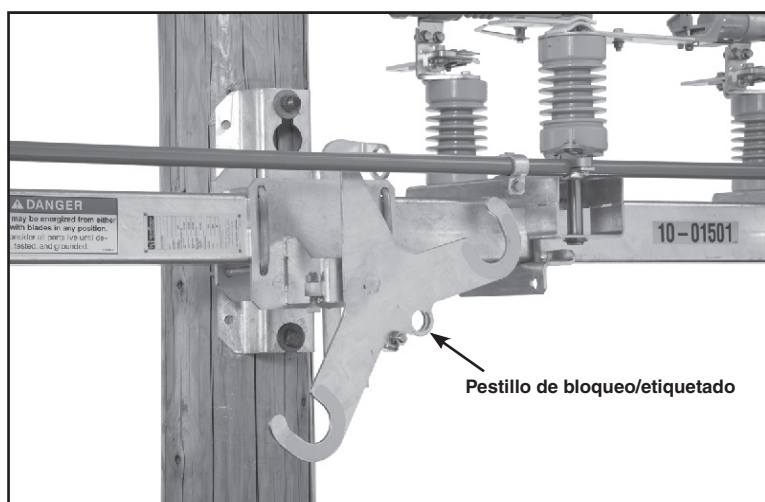

Figura 20. El pestillo de bloqueo/bloqueo al cierre de la palanca de la pértiga se debe alinear con el pestillo de la base.
- En la posición de apertura, aún se deberá sentir una fuerza, aunque menor, para dar inicio al cierre del interruptor. Ver Figura 20. El pestillo de bloqueo/bloqueo al cierre de la palanca de la pértiga se debe alinear con el pestillo de la base.